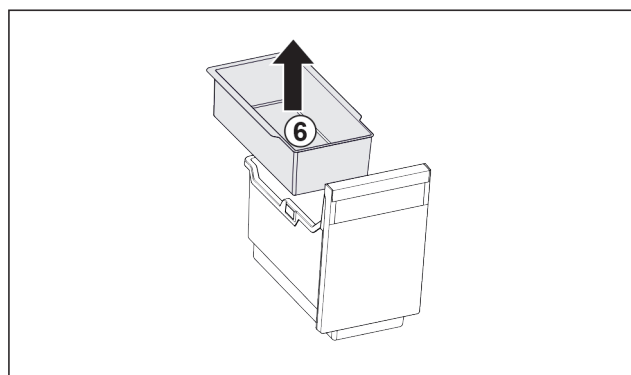

Fig. 97
- Retirer le Fig. 97 (6) balconnet pour glaçons.